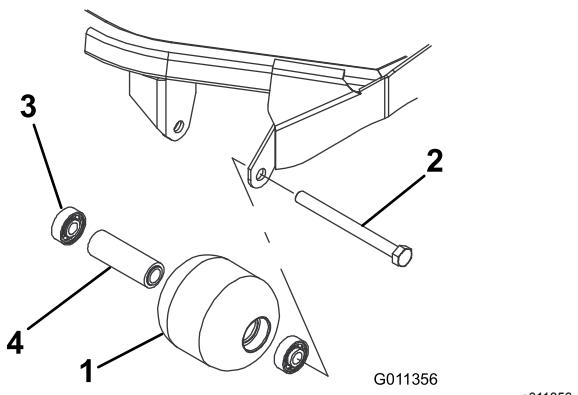

Figure 73
1. Retirez le boulon de fixation du galet (Figure 73).
4. Vérifiez l'état du logement de roulements, des roulements et de la douille d'écartement (Figure 73) Remplacez les composants endommagés et procédez au remontage.
1. Enfoncez le premier roulement dans le logement à la presse (Figure 73). Exercez la pression uniquement sur la bague extérieure ou uniformément sur les bagues intérieure et extérieure.
2. Insérez l'entretoise (Figure 73).
3. Enfoncez le second roulement dans le logement (Figure 73) en exerçant une pression uniforme sur les bagues intérieure et extérieure jusqu'à ce que la bague intérieure rencontre la douille d'écartement.